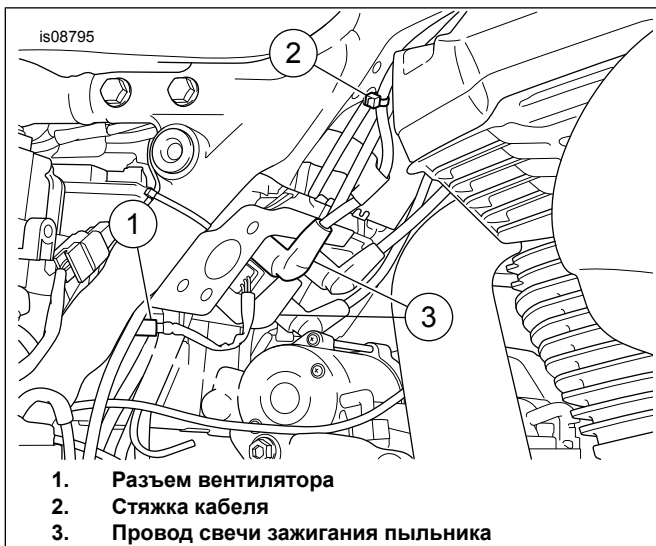

Рисунок 1. Разъем вентилятора
7. См. Рисунок 1. Найдите разъем вентилятора (1) и отсоедините его.
См. Рисунок 1. Установите на место провод правой свечи зажигания пыльников.